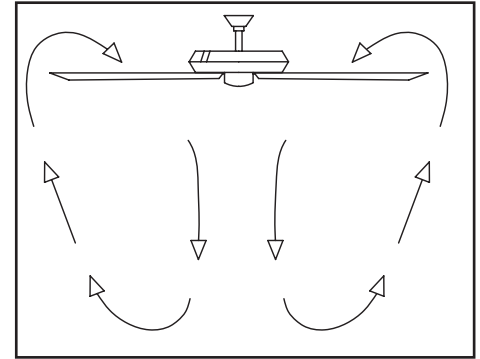

Figura 14
**Clima cálido** - (Hacia adelante) Un flujo de aire hacia abajo crea un efecto refrescante como se muestra en la figura 14. Esto te permite fijar tu aire acondicionado en una configuración más alta sin afectar tu comodidad.